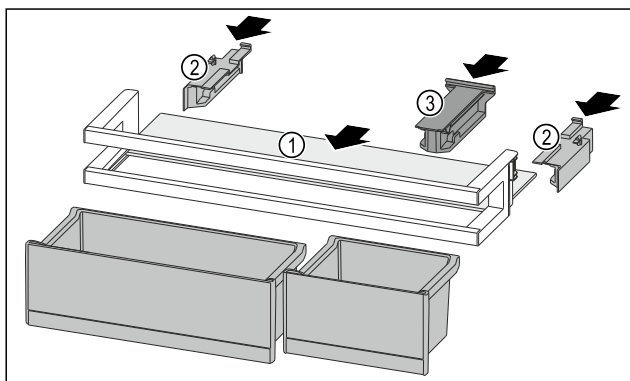

Fig. 88
- ▶ Odkládací plochu Fig. 88 (1) zasuňte do bočních vybrání.
- ▶ Boční díly Fig. 88 (2) vložte.
- ▶ Držák Fig. 88 (3) vložte.